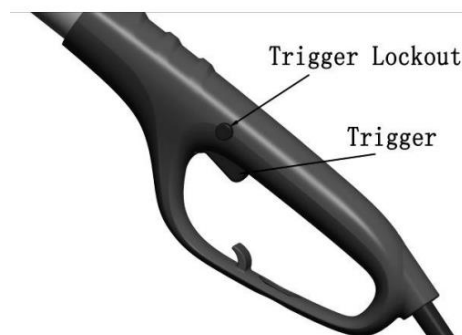

Figure 9
5. Wenn Sie bereit sind, einen Schnitt zu machen, drücken Sie die Abzugssperre und betätigen Sie den Abzug (siehe Abbildung 9). Dadurch wird die Stangensäge aktiviert. Durch Auslösen des Abzugs wird die Stangensäge ausgeschaltet. Stellen Sie sicher, dass die Säge funktioniert, bevor Sie einen Schnitt beginnen